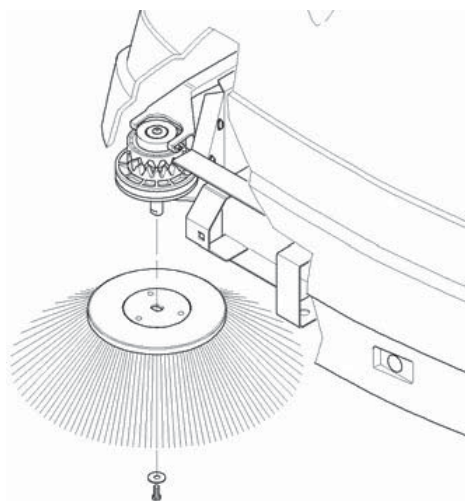

Fig. 2
- Posizionare la spazzola sull'albero (Fig.2).